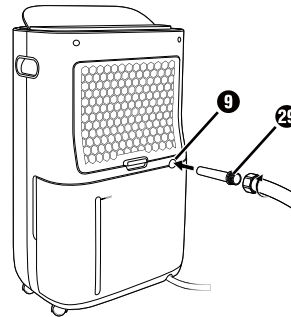

Abb. 4
- ◆ Schrauben Sie, bei Verwendung des EU-Gartenschlauchadapters 29, nun einen Gartenschlauch auf den EU-Gartenschlauchadapter 29 (siehe Abbildung 4).